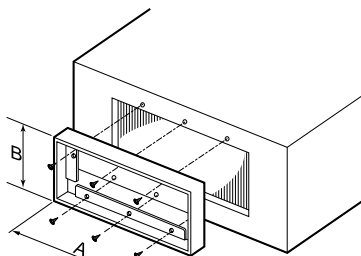

Fig. 1
1. Con ayuda de 6 tornillos, monte la brida al orificio del aire de suministro de la unidad interior. (Fig. 1)